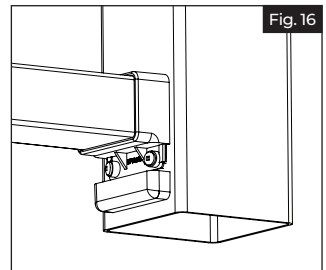

Fig. 16
- Deslice las protecciones de los soportes inferiores en forma ceñida sobre los soportes inferiores (Fig 16).